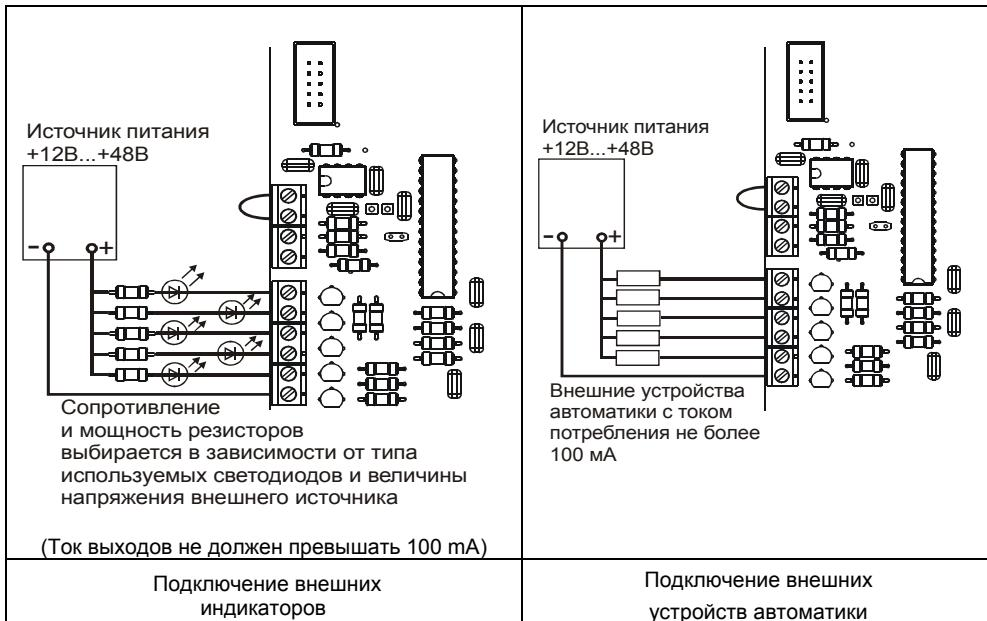

Рисунок 2
В источнике предусмотрена возможность подключения цепей управления внешними устройствами автоматики и (или) дистанционного контроля состояния устройства посредством выходов типа «открытый коллектор» (см. таблицу 2 и рисунок 2):
- подключить, при необходимости, к соответствующим контактам колодок (выходы типа «открытый коллектор») внешние цепи индикации или внешние устройства автоматики с током потребления до 100mA (см. рисунок 2);